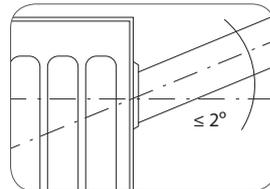

рис. 2
**Во избежание аварии допустимо отклонение оси коллектора радиатора от подводящих труб не более  $2^{\circ}$  (рис. 2).**